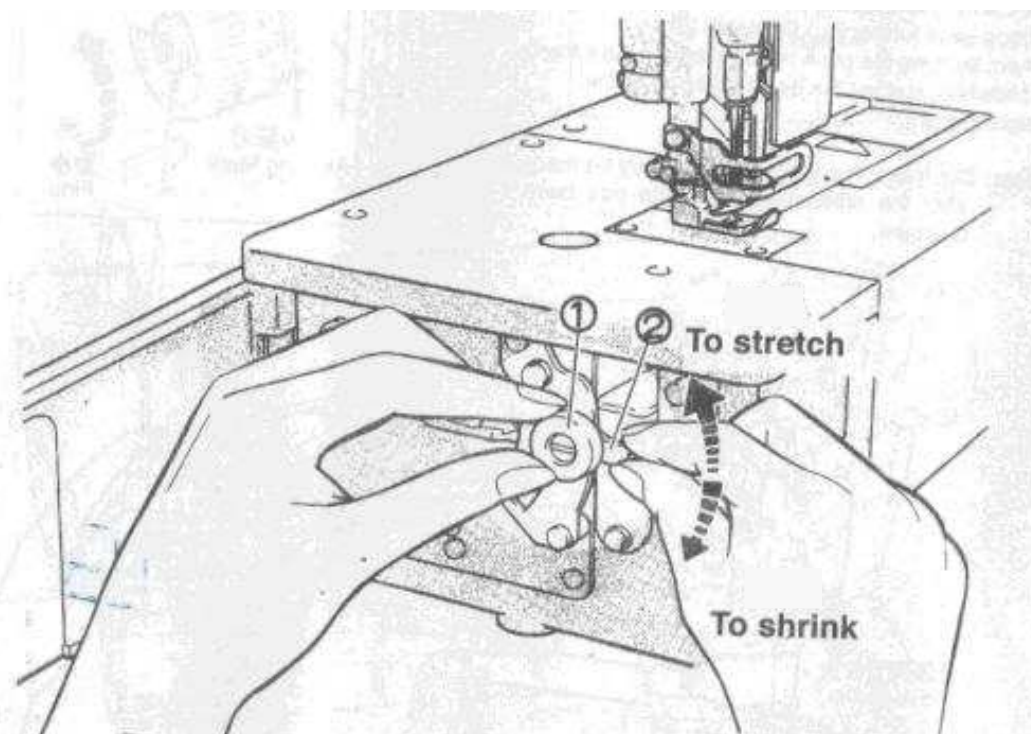

Fig. 10
O diferencial desta máquina pode ser ajustado de 1:0.5 para 1:1.3 fig. 10.
- Para regular o diferencial, solte a porca "1", e mova a alavanca "2" fig. 10 para cima ou para baixo conforme a seta.